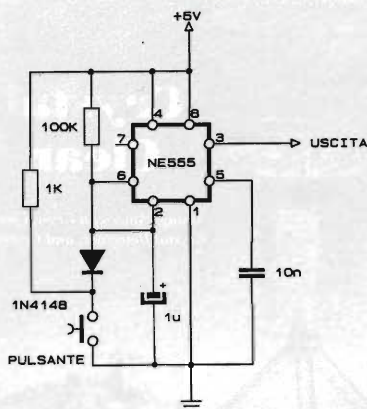

figura 18 - Circuito elettrico dell'interruttore antirimbalo con NE555.
– *Generatore di impulsi.* Nel nostro caso è un banalissimo interruttore elettronico antirimbasso basato su di un 555 (figura 18). Per collaudare i nostri circuiti è sufficiente! Una volta realizzati i due circuiti, il funzionamento dell'interruttore elettronico può essere verificato ponendo sull'uscita un tester.